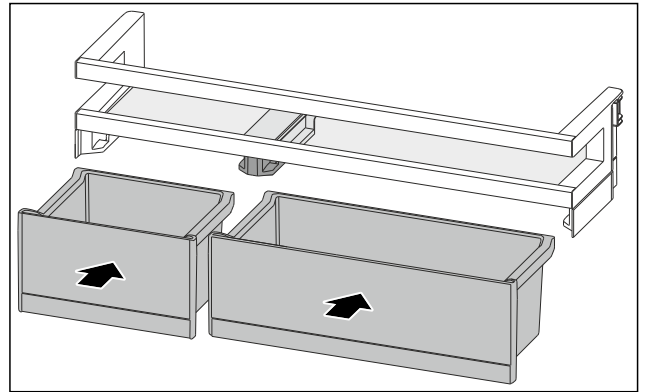

Fig. 83
- ▶ Installer les VarioBoxes dans l'agencement inverse. (voir Fig. 83)